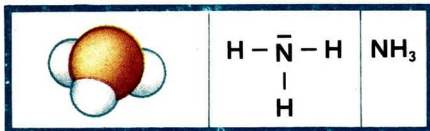

Abb. 17 Modell, Formel in Elektronenschreibweise und Formel eines Ammoniakmoleküls
**Bau von Ammoniak.** Ammoniak ist aus Molekülen aufgebaut, zwischen denen nur geringe Anziehungskräfte wirken. Die Formel für Ammoniak ist  $\text{NH}_3$  (Abb. 17). ② ③